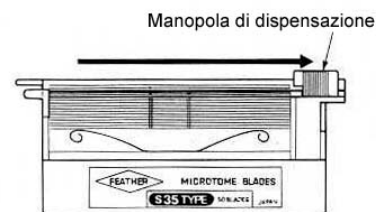

Figura 1
- 1) Fare scorrere la manopola di dispensazione come mostrato in figura 1.